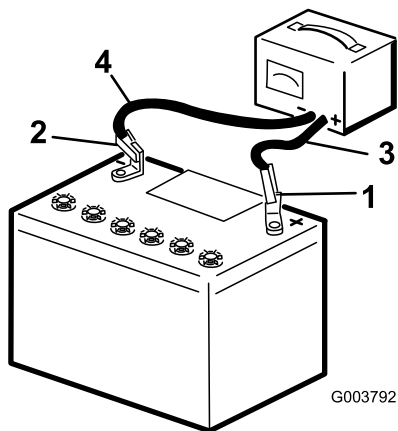

Figura 43
2. Cargue la batería a un ritmo de 3 a 4 amperios durante 8 horas (Figura 43). No sobrecargue la batería.
3. Cuando la batería esté completamente cargada, desconecte el cargador de la toma de electricidad, luego desconecte los cables del cargador de los bornes de la batería (Figura 43).